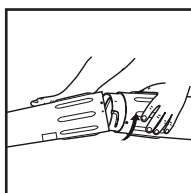

Fig. 07
4. Alinhe a seta no tubo inferior do aspirador com a seta no tubo superior. As setas devem alinhar-se de modo apropriado para instalar os tubos do aspirador corretamente (Fig. 07). Segure firmemente o tubo inferior do aspirador com as mãos e empurre o tubo inferior para dentro do tubo superior. Gire o tubo inferior no sentido horário até que este se posicione e engate em seu lugar. O ponto no tubo inferior se alinha com o ponto no tubo superior quando esta adequadamente montados.